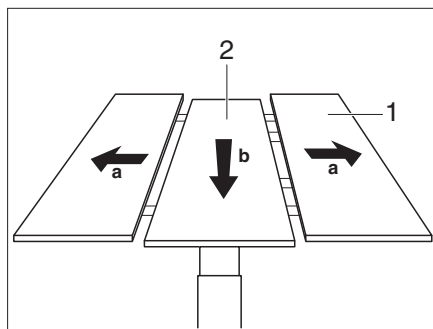

Fig. 100 Sollevamento della parte centrale
- Separare e allontanare le parti esterne (Fig. 100,1) del tavolo.
- Spingere con forza la parte centrale (Fig. 100,2) del tavolo verso il basso. La parte centrale viene spinta verso l'alto da una molla.
- Spingere con forza la parte centrale (Fig. 100,2) del tavolo verso il basso. La parte centrale si innesta in posizione inferiore.